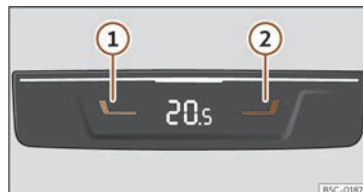

Fig. 118 En la parte trasera de la consola central: mandos para las plazas traseras.
• Pulse las teclas **1** y **2** >>> **fig. 118** para ajustar la temperatura de la zona posterior.